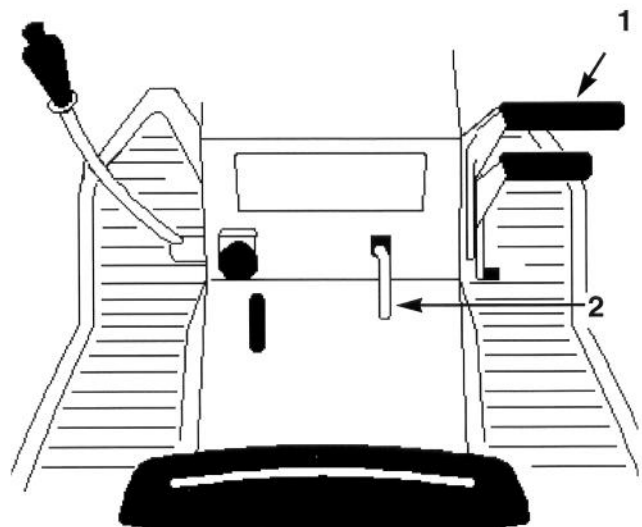

Bild 2
1. Das Kupplungs-/Bremspedal (Bild 2) durchdrücken und nach unten halten.
2. Den Feststellbremshebel anheben (Bild 2) und den Fuß langsam vom Kupplungs-/Bremspedal nehmen. Das Kupplungs-/Bremspedal sollte in der durchgedrückten Position (gesperrt) bleiben.
1. Das Kupplungs-/Bremspedal durchdrücken (Bild 2). Der Feststellbremshebel sollte sich jetzt lösen.